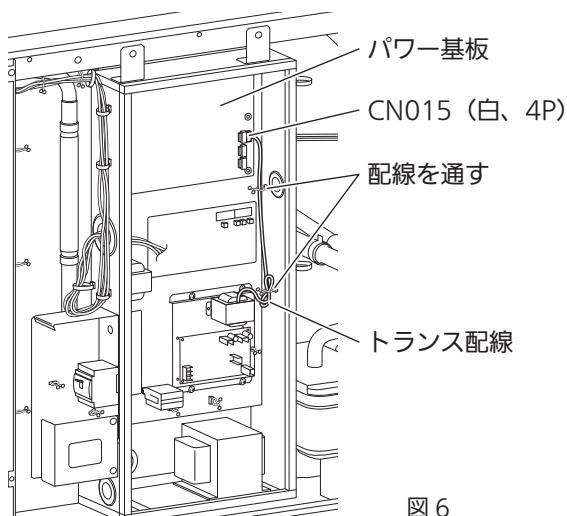

図 6
- ① 組立基板のトランス配線をパワー基板の CN015 (白、4P) に接続してください。(図 6)